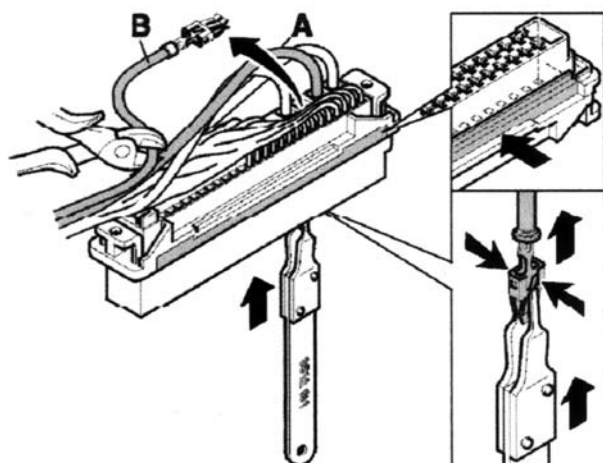

Fig. 1 (stik op til årgang 1997)
- Åbn forbindelsesstikket og fjern spændingstilførselskablet (indtil årgang 1997 pin 2 og 3 fra og med årgang 1998 pin 17 og 18). Kap kablet af lige foran isoleringen (fig. 1).